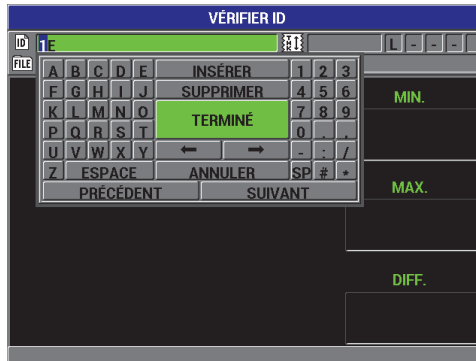

Figure 7-16 Modification du numéro de l'identificateur
4. Appuyez de nouveau sur la touche **[ID#]**, et puis modifiez la valeur de l'identificateur (voir la Figure 7-16 à la page 145).